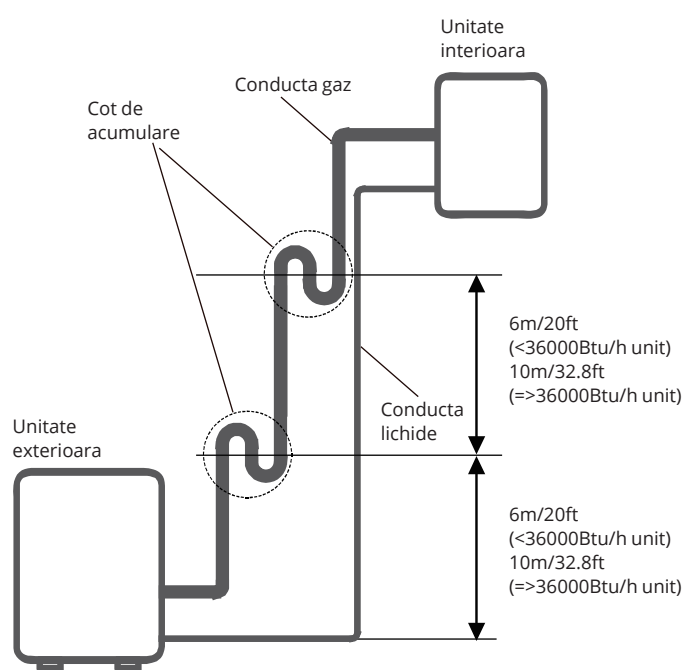

Fig. 7.2
- Scurgerea uleiului inapoi in compresor, poate cauza comprimarea lichidelor sau deteriorarea returului de ulei. Acumularile de ulei pot fi evitate daca se instaleaza coturi in conducta de gaz. Instalati coturi la fiecare 6m (20ft) sau 10m (32.8ft). (Vezi Fig 7.2)